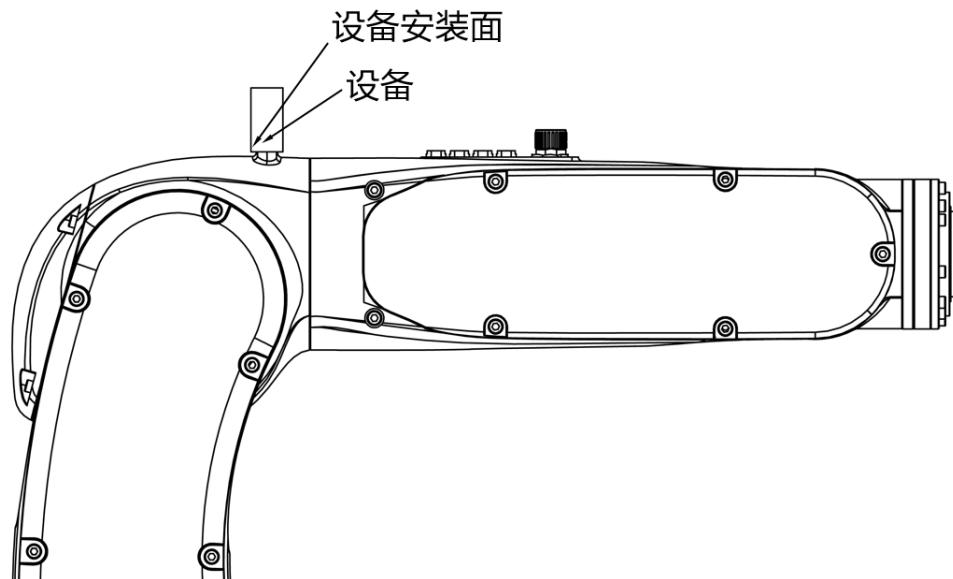

图 6-9 AIR4-560A 操作机肘部负载安装尺寸示意图
- AIR4-560A 操作机肘部可安装重量不超过 1kg 的外部设备，如图 6-9 所示。